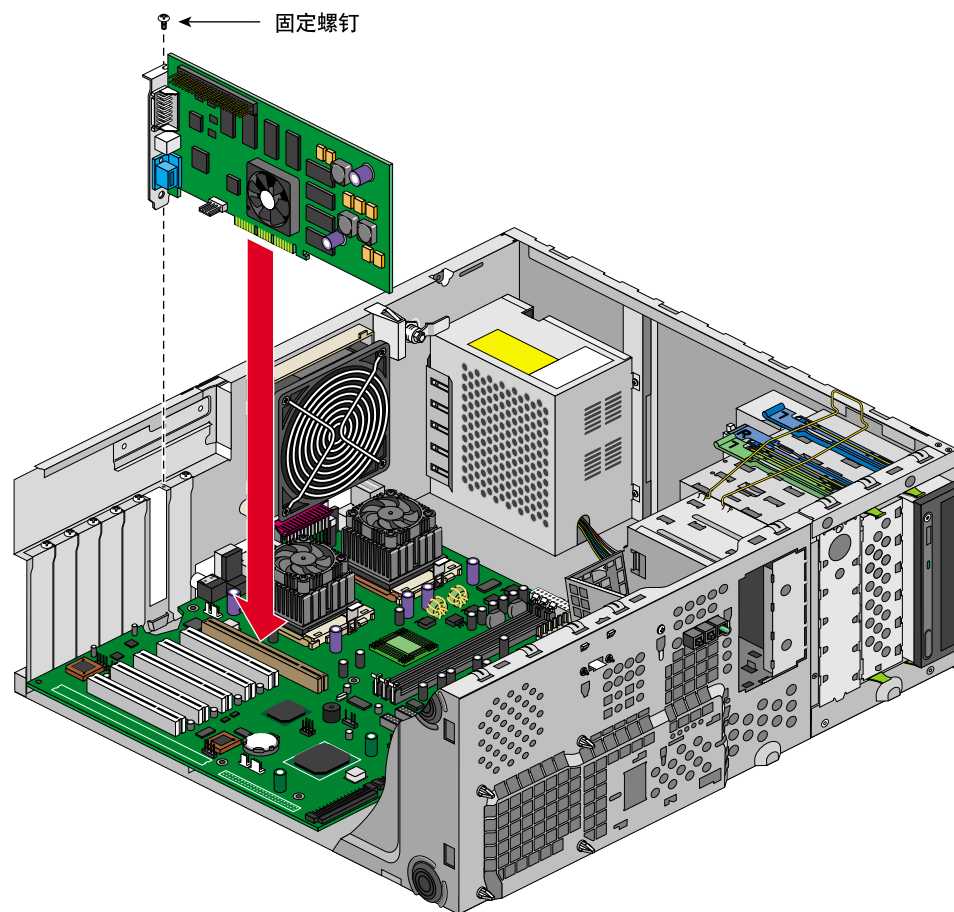

图 2-20 安装扩展卡
3. 将扩展卡插入插槽，方法是，将该扩展卡推入连接器，直到固定在正确的位置。其过程如图 2-20 所示。
4. 拧紧图 2-20 所示的固定螺钉。